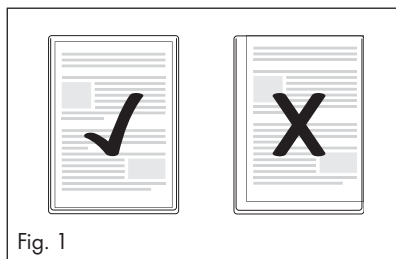

Fig. 1
- 2) Pulse el interruptor de encendido/apagado **I/O ⑫** para encender el aparato. El LED **COLD ⑥** se enciende.
- 3) Despliegue la base para fundas **⑬**.
- 4) Presione el selector **②** en el grosor deseado para la funda (80 MIC/125 MIC) (consulte también el capítulo **Niveles de ajuste**). El LED correspondiente **80 MIC ⑦/125 MIC ⑧** parpadea. La plastificadora se calienta hasta alcanzar la temperatura de funcionamiento. La plastificadora ha alcanzado la temperatura de funcionamiento cuando se enciende el LED correspondiente **80 MIC ⑦/125 MIC ⑧**.
① Indicación
- El alcance de la temperatura de funcionamiento se indica mediante la iluminación del LED **80 MIC ⑦** o **125 MIC ⑧**. Para obtener un plastificado uniforme, especialmente con las fundas más finas (con un grosor inferior a 125 micras), y para ajustar otro grosor de funda, recomendamos esperar unos 2 o 3 minutos más antes de iniciar el proceso de plastificado.
- Es posible que el LED **80 MIC** ⑦ o **125 MIC** ⑧ se apague y vuelva a encenderse repetidamente durante el proceso. Esto significa que el aparato mantiene la temperatura y que ha vuelto a calentarse. ¡Esto no es un error de funcionamiento del aparato!
- Tenga en cuenta que todos los bordes del documento deben estar a una distancia mínima de dos milímetros con respecto al borde de la funda de plástico de la manera indicada en la fig. 1.